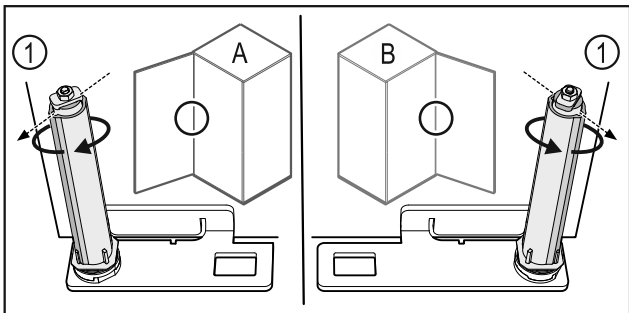

Fig. 56 Отваряне наляво (A) / отваряне надясно (B)
- ▶ Въртете затварящата система срещу съпротивлението, докато ребро на затварящата система Fig. 56 (1) сочи навън.